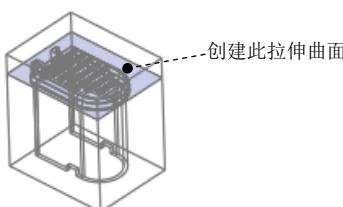
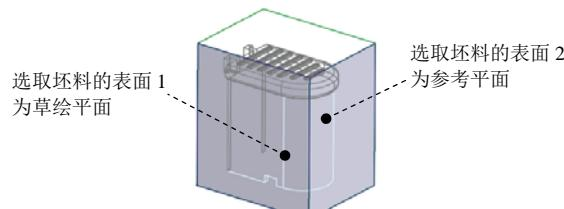
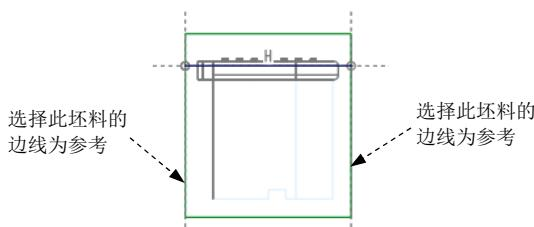
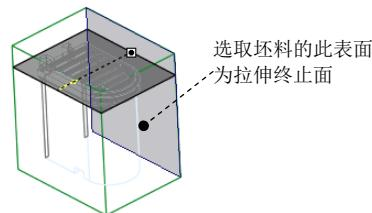

图 9.13 创建拉伸曲面
图 9.14 定义草绘平面
图 9.15 截面草图
图 9.16 选取拉伸终止面
(4) 单击**模具**功能选项卡 **操作**▼区域中的“复制”按钮 .
(5) 单击**模具**功能选项卡 **操作**▼区域中的“粘贴”按钮 ，系统弹出**曲面：复制**操控板。
(6) 在系统弹出的**曲面：复制**操控板中单击 按钮。
Step5. 通过“拉伸”的方法，创建图 9.13 所示的拉伸曲面。
(1) 将坯料撤销遮蔽。在模型树中右击 **WF.PRT**，从系统弹出的快捷菜单中选择 **取消遮蔽** 命令。
(2) 单击**分型面**功能选项卡 **形状**▼区域中的 **拉伸** 按钮，此时系统弹出“拉伸”操控板。
(3) 定义草绘截面放置属性。右击，从系统弹出的菜单中选择 **定义内部草绘…** 命令；在系统 **选择一个平面或曲面以定义草绘平面。** 的提示下，选取图 9.14 所示的坯料表面 1 为草绘平面，接受默认的箭头方向为草绘视图方向，然后选取图 9.14 所示的坯料表面 2 为参考平面，方向为 **右**。然后单击 **草绘** 按钮。
(4) 截面草图。
① 选取图 9.15 所示的坯料的边线和 DTM2 为参考。
② 单击工具栏中的“基准显示过滤器”按钮 ，在系统弹出的菜单中取消选中 平面显示复选框前面的“√”号。不显示基准平面。
③ 绘制图 9.15 所示的截面草图（截面草图为一条线段）；完成截面的绘制后，单击“草绘”操控板中的“确定”按钮 。
(5) 设置深度选项。
① 在操控板中选取深度类型 （到选定的）。
② 将模型调整到图 9.16 所示的视图方位，选取图中所示的坯料表面为拉伸终止面。